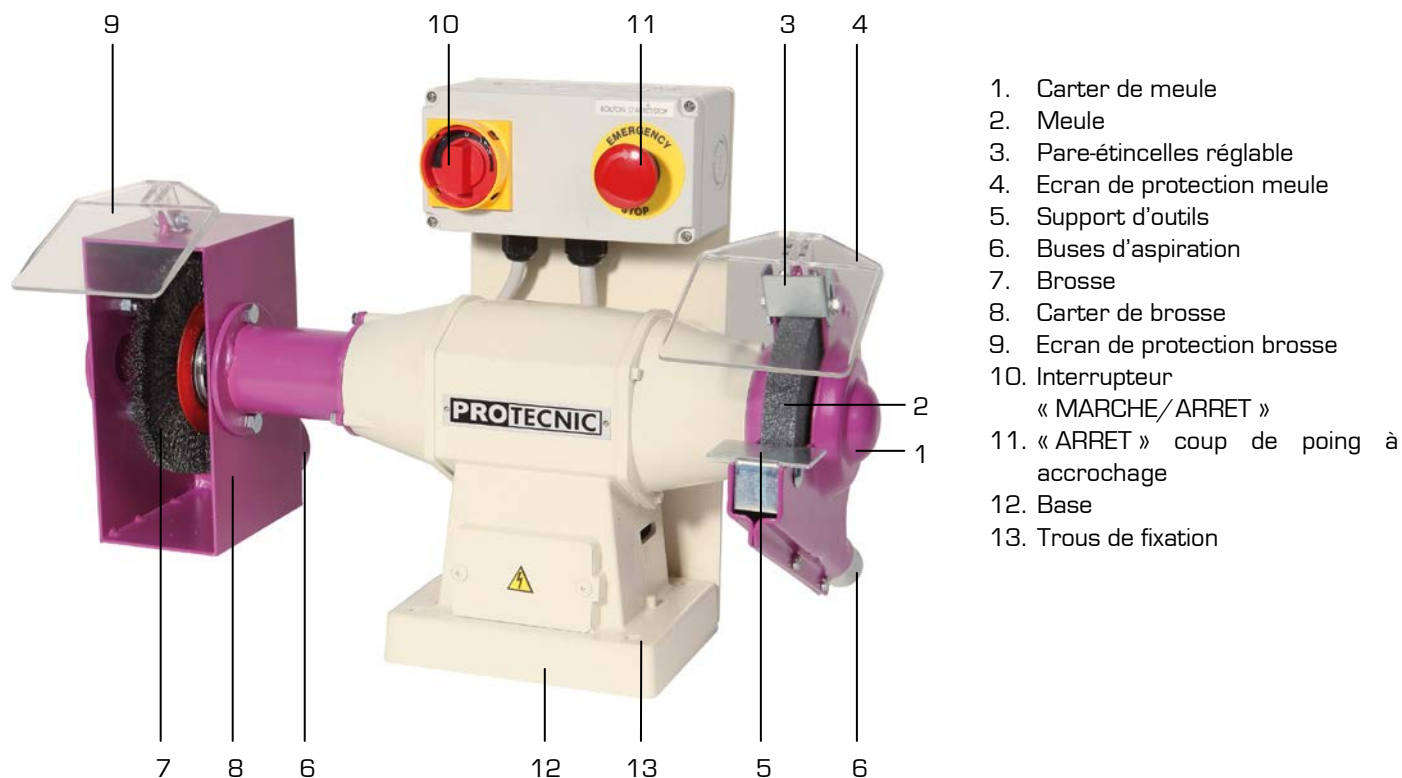

Figure 1
3. Fixer le touret sur le socle ou sur l'établi en introduisant 4 vis (M6) dans les trous (13 fig.1) puis les bloquer fermement au moyen d'écrous appropriés.
1. Fixer le pare-étincelles (3 fig.1) sur le carter de meule (1 fig.1) et le régler à **5 mm** au maximum du bord périphérique de la meule.
2. Extraire du sachet contenu dans l'emballage les écrans de protection transparents (4 et 9 fig.1) puis les fixer sur les carters (1 et 8 fig.1) et les régler de façon à protéger l'opérateur.
3. Fixer le support d'outils (5 fig.1) sur le carter de meule (1 fig.1) et le régler à **2 mm** au maximum du bord périphérique de la meule.
2. Démonter le pare-étincelles (3 fig.1), l'écran de protection (4 fig.1) et le support d'outils (5 fig.1).
- Approcher progressivement la pièce à meuler au contact de la meule, en vous appuyant sur le support d'outils (5 fig.1).